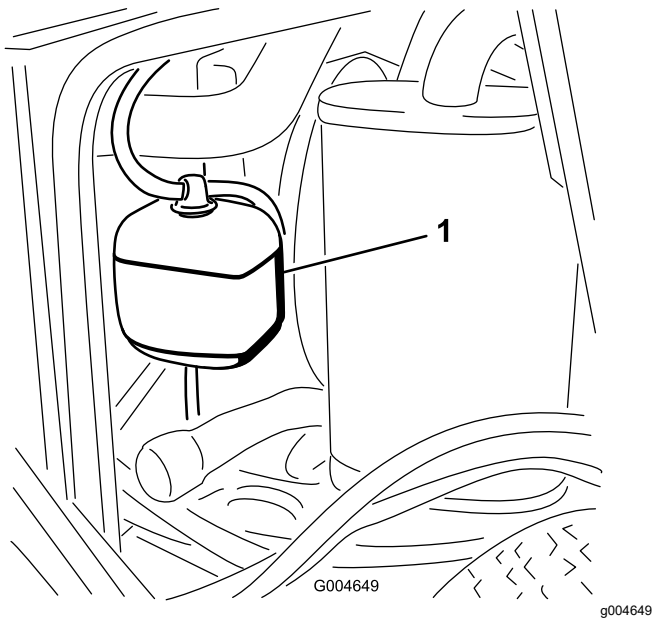

Figura 41
1. Compruebe el nivel de refrigerante en el depósito de expansión (Figura 41).